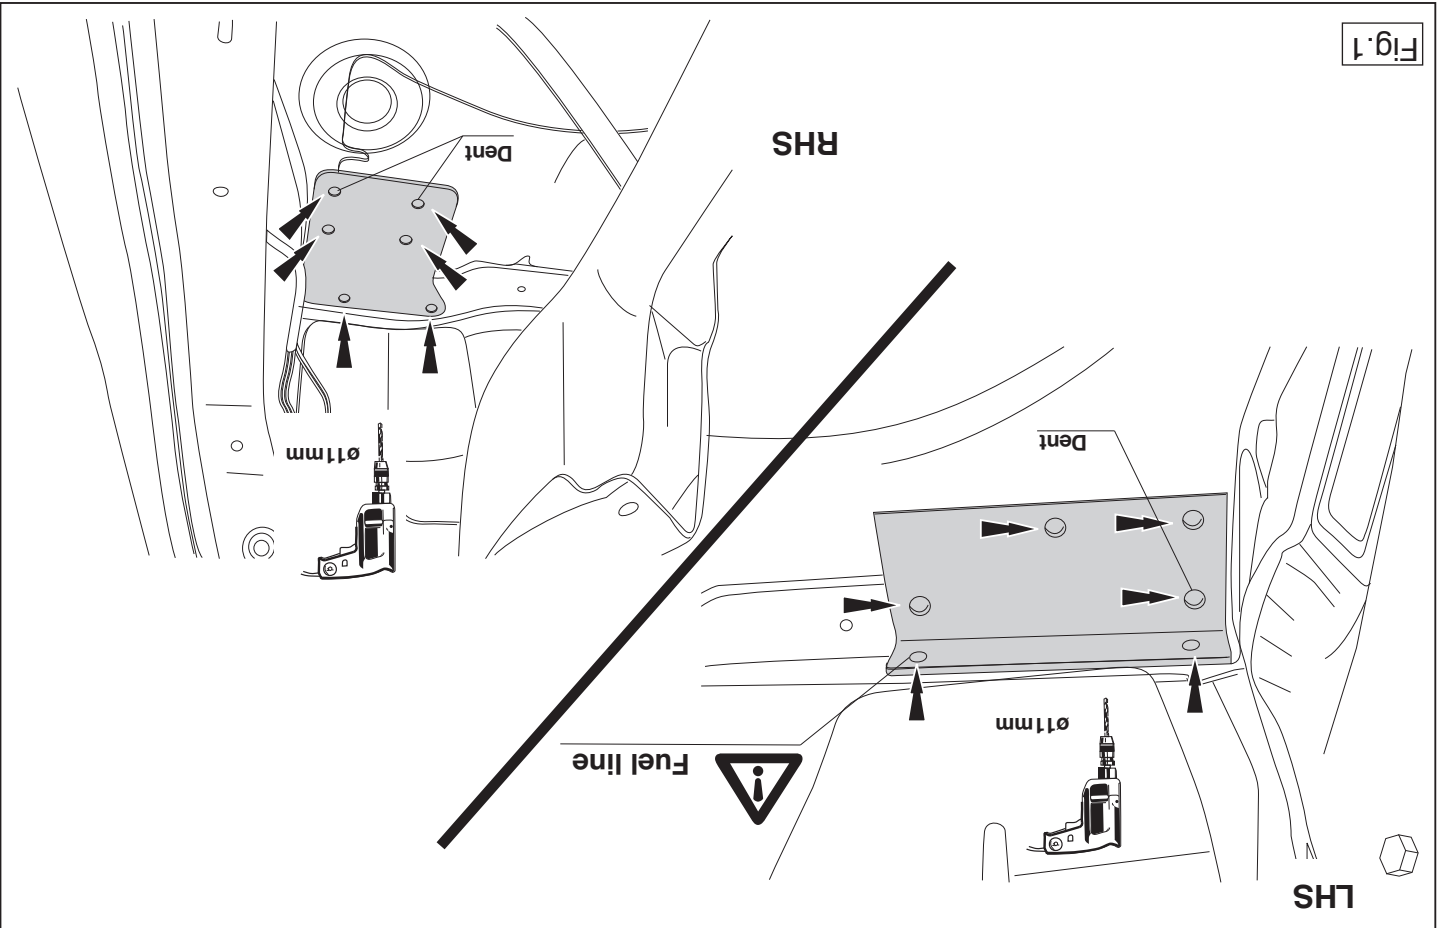

Fig.1
5. Drill holes C,D and E to 11 mm see figure 1 **Do not drill through the fuelline.**
5. Die Löcher C, D und E etwa 11 mm durchbohren (siehe Abb. 1). **Vor dem Bohren prüfen, daß kein Brennstoffleitung beschädigt werden können.**
- Percer les trous C, D et E de 11 mm voir la figure 1. **Veiller en perçant à ne pas endommager le conduit de carburant.**
- Просверлить отверстия С, D и E до получения диаметра 11 мм (см. рис. 1). **При сверлении следите за тем, чтобы не задеть электропроводку и линии тормозной цепи и подачи горячего.**